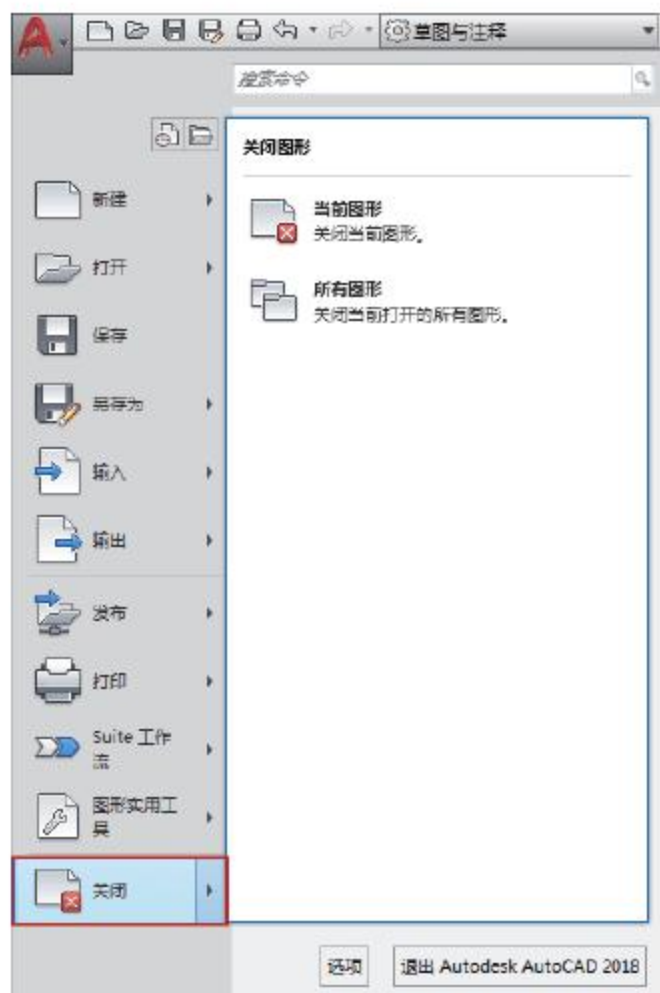

图2-148 选择选项
- 应用程序：单击应用程序按钮，在弹出的下拉列表中选择【关闭】选项，如图2-148所示。